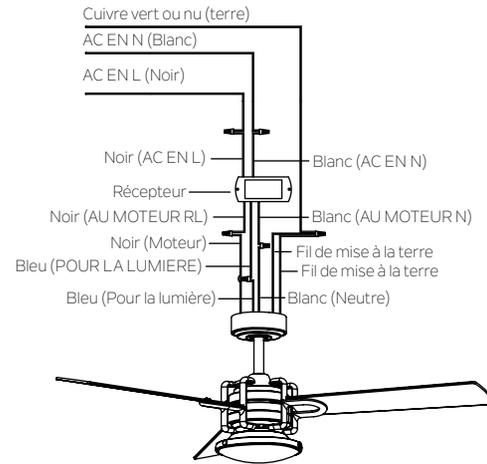

Fig. 14
Étape 2. Connexions électriques entre le moteur et le récepteur : Connectez le fil NOIR du ventilateur au fil NOIR marqué "AU MOTEUR L" du récepteur. Connectez le fil BLANC du ventilateur au fil BLANC marqué "AU MOTEUR N" du récepteur. Connectez le fil BLEU du ventilateur au fil BLEU marqué "POUR LA LUMIÈRE" du récepteur. Fixez toutes les connexions de fil avec les connecteurs de fil en plastique fournis. (Fig. 14)
Étape 3. Connexions électriques entre le récepteur à distance et la boîte de sortie : Connectez le fil NOIR (chaud) du plafond au fil NOIR marqué "AC EN L" du récepteur. Connectez le fil BLANC (neutre) du plafond au fil BLANC marqué "AC EN N" du récepteur. Fixez toutes les connexions de fil avec les connecteurs de fil en plastique fournis. (Fig. 14)